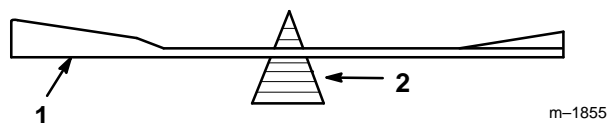

Abbildung 60
2. Zur Kontrolle der Balance das Schnittmesser auf eine Messerauswuchtvorrichtung setzen (Abb. 60). Wenn das Messer in horizontaler Position bleibt, ist es ausgewuchtet und kann verwendet werden. Wenn das Messer nicht ausgewuchtet ist, nur vom Ende des Segelbereichs etwas Metall abfeilen (Abb. 53). Diesen Vorgang wiederholen, bis das Messer ausgewuchtet ist.